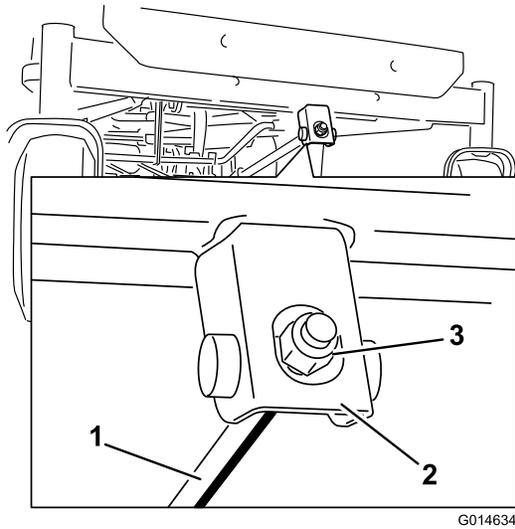

Figure 53
- Pour régler l'inclinaison avant/arrière des lames, tournez l'écrou de réglage à l'avant du tablier de coupe (**Figure 53**).